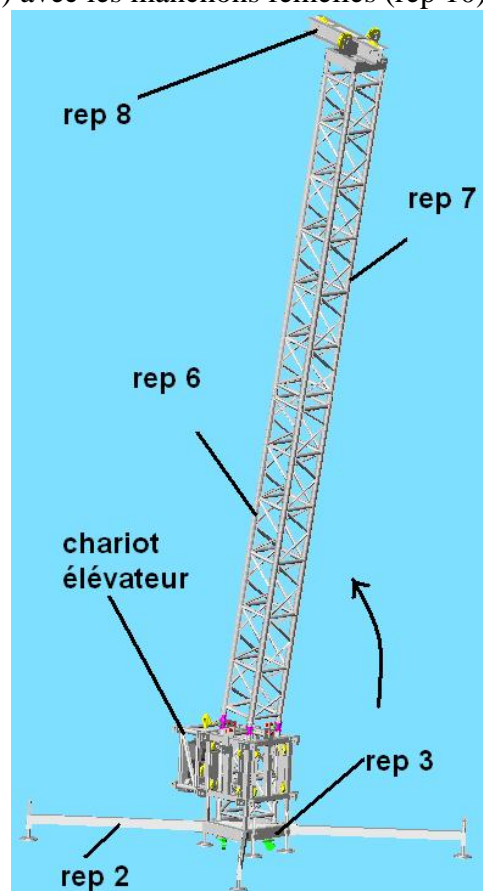

fig.10
- a) Relever l'ensemble des mâts de sorte à pouvoir assembler les 2 charnières restantes (rep 14) avec les manchons femelles (rep 10) du mât 2 (rep 6) (fig.10).